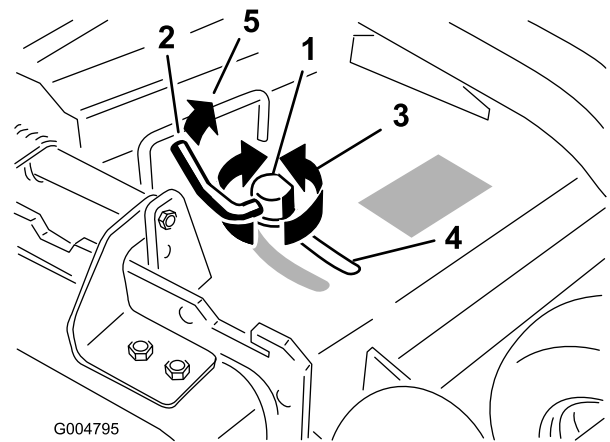

Bild 13
- Wenn Sie die Haltenocke einstellen möchten, schieben Sie den Hebel nach oben und lösen Sie die Haltenocke (Bild 13).
- Schieben Sie den Hebel zurück, um das Ablenkblech und die Haltenocke festzuziehen (Bild 13).